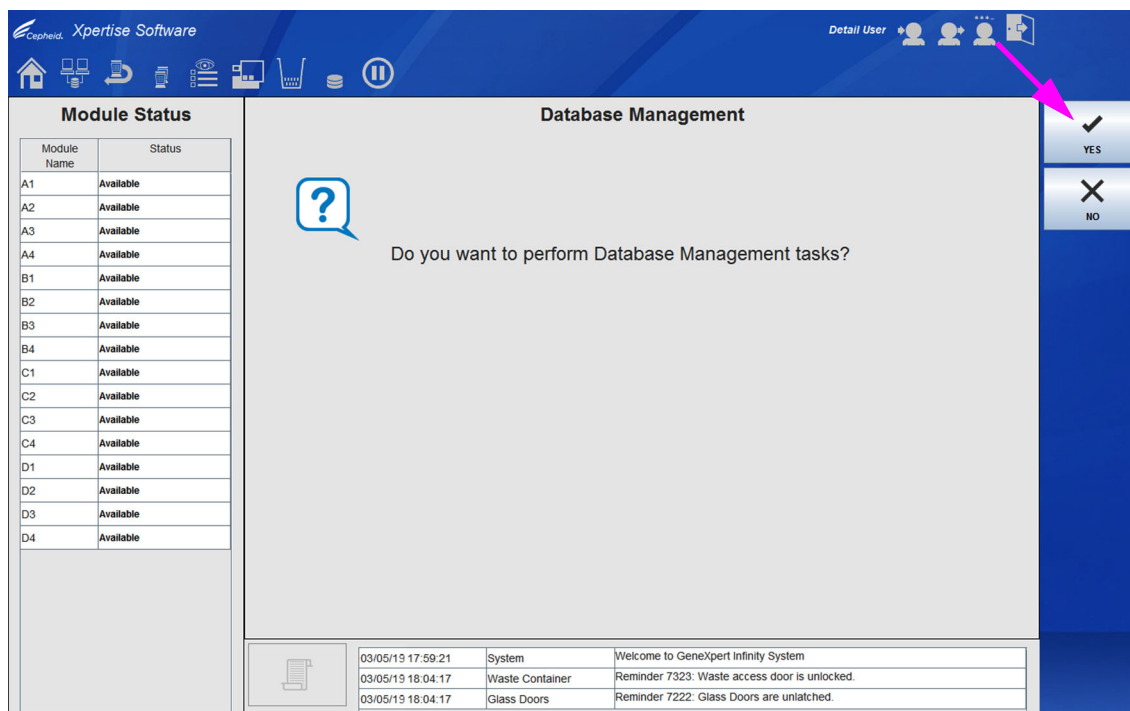
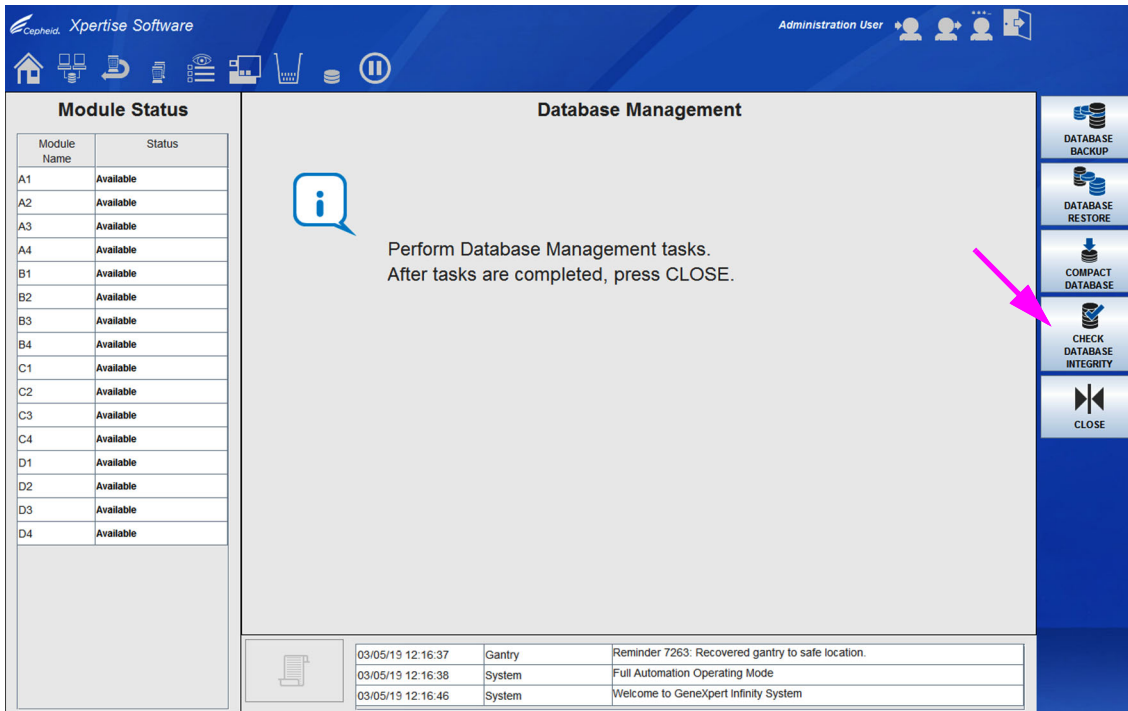
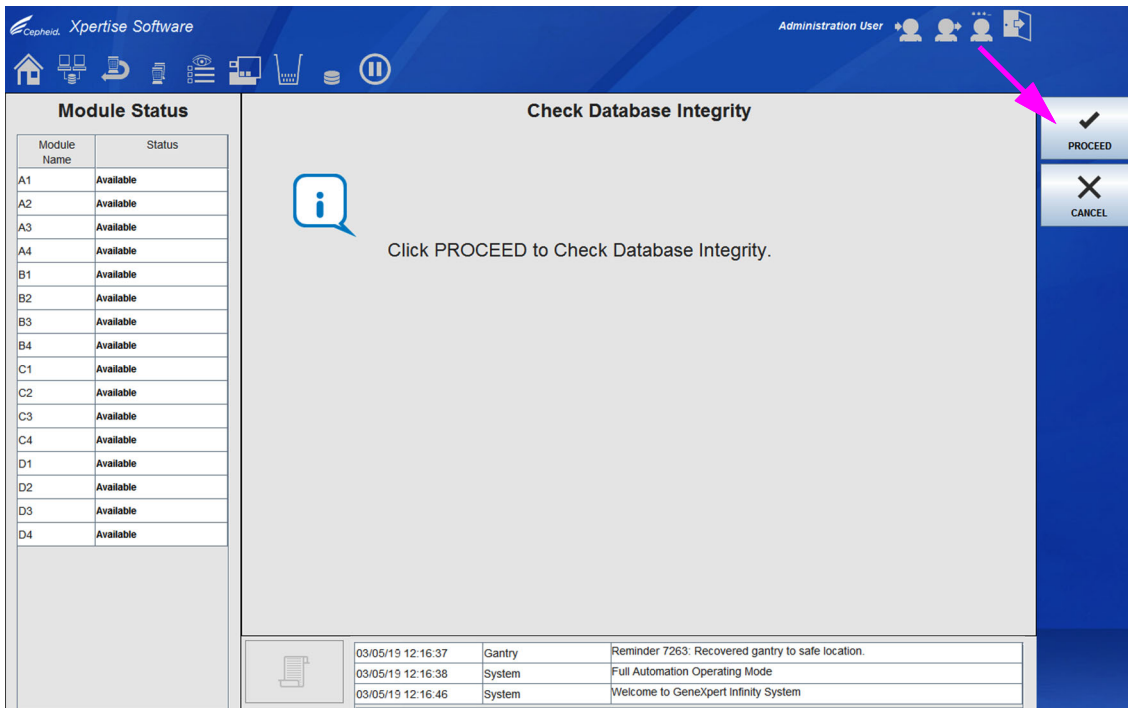

Figura 5-159. Confirmação da área de trabalho Database Management (Gestão da base de dados)
Figura 5-160. Área de trabalho Database Management (Gestão da base de dados)
Figura 5-161. Área de trabalho Database Integrity Check (Verificação da integridade da base de dados)
1. Durante o encerramento do software Xpertise, seleccione **YES (SIM)** para efetuar tarefas de gestão da base de dados (ver Figura 5-159). É apresentada a área de trabalho Database Management (Gestão de base de dados). Ver Figura 5-160.
2. Na área de trabalho Database Management (Gestão de base de dados), seleccione o botão **DATABASE INTEGRITY CHECK (VERIFICAÇÃO DA INTEGRIDADE DA BASE DE DADOS)** (ver Figura 5-160). Vai ser apresentada a área de trabalho Database Integrity Check (Verificação da integridade da base de dados). Ver Figura 5-161.
3. Selecione o botão **PROCEED (PROSSEGUIR)** (ver Figura 5-161). O software vai verificar a integridade da base de dados. Se o software detetar erros de integridade, é apresentada uma mensagem de alerta.